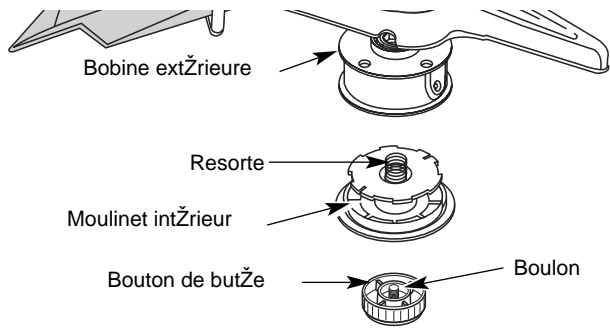

Fig. 31
1. Sostenga la bobina exterior con una mano y desenrosque el botón de tope en sentido antihorario (Fig. 31). Inspeccione el perno de adentro del botón de tope para verificar que se mueva con libertad. Cambie el botón de tope si está dañado.
2. Saque el carrete interior de la bobina exterior (Fig. 31).
3. Saque el resorte del carrete interior (Fig. 31).
1. Sostenga la bobina exterior con una mano y desenrosque el bot—n de tope en sentido antihorario (Fig. 31). Inspeccione el perno dentro del bot—n de tope para verificar que se mueva con libertad. Cambie el bot—n de tope si est— da—ado.
2. Saque el carrete interior viejo de la bobina exterior (Fig. 31).
3. Saque el resorte del carrete interior viejo (Fig. 31).